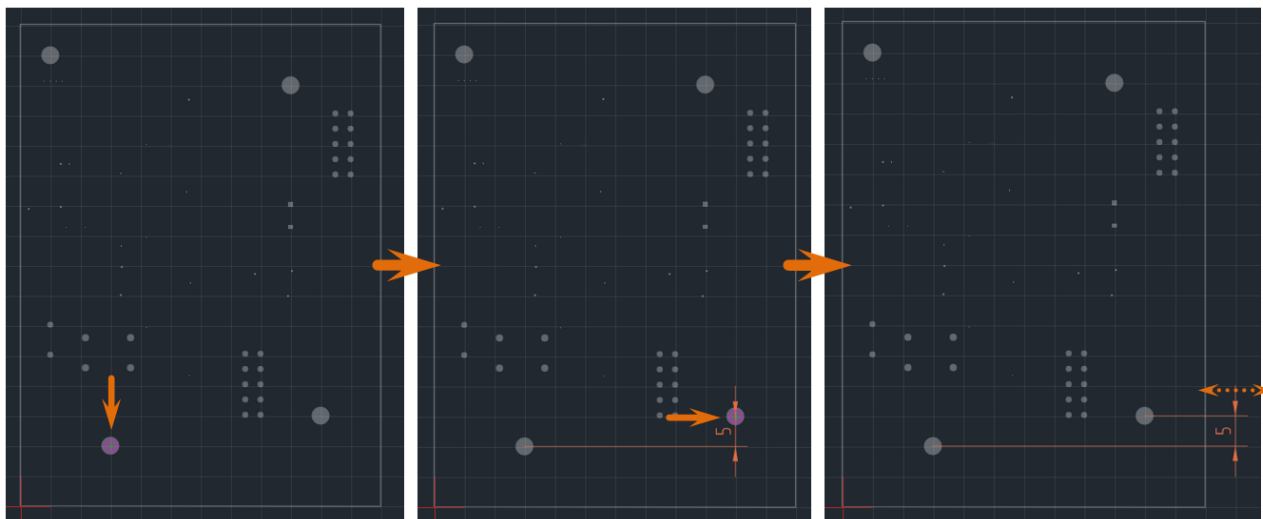

Рис. 458 Размещение вертикальной размерной линии от общей базы. Первый размер
5. Установите длину и направление выносных линий, зафиксируйте кликом левой кнопки мыши или клавишей «Enter», см. Рис. 458.